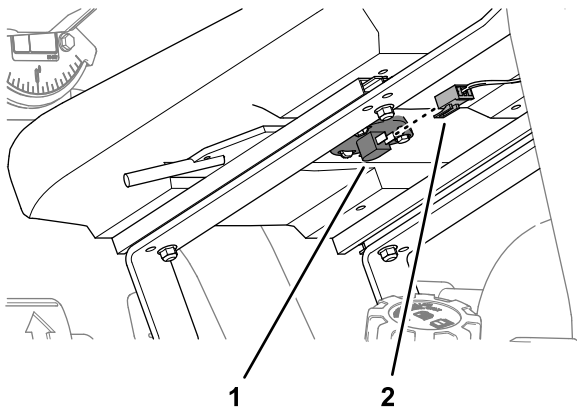

Рисунок 56
2. Подсоедините 2-гнездовой разъем к клеммам переключателя сиденья (Рисунок 56).